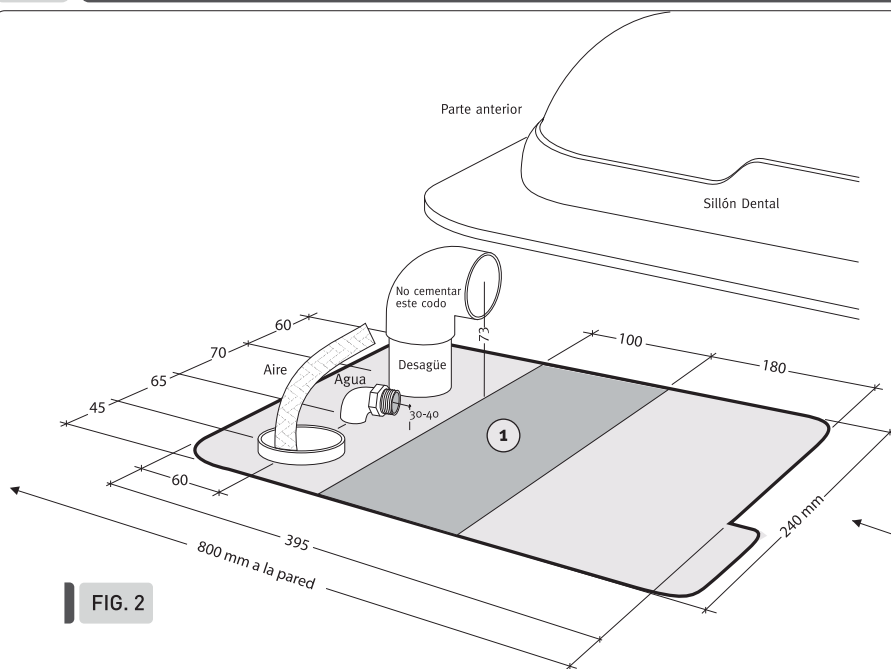

FIG. 2
Realizado el diseño de los distintos elementos componentes del Consultorio Dental (ver fig. 1), se procederá a marcar sobre el piso el rectángulo que ocupará el gabinete de las conexiones de los suministros, ver fig. 2 y 2A.
## ➤ TUBERÍAS EMBUTIDAS EN EL PISO (ver Fig.2)
- **(A) Agua:** Utilizar un tubo para agua corriente domiciliar de 1/2” de diámetro; deberá terminar con un niple de 1/2” BSP de diámetro, se ubicará horizontal y a la altura del piso como indica la Fig. 2
**(A) Agua y desagüe:** Básicamente igual a las tuberías embutidas. Las variantes las muestra la fig. 2 A.
**(B) Aire comprimido:** En este caso no hace falta que el tubo flexible circule dentro del caño de PVC.